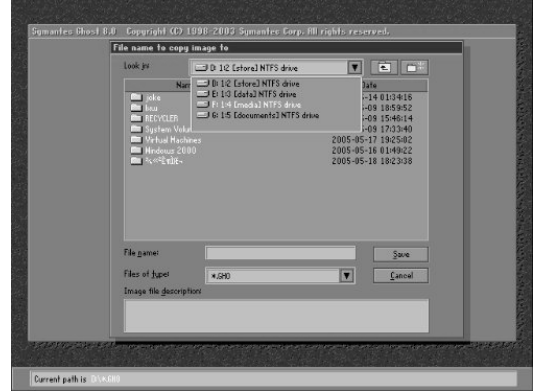

图 14-24 选择存放位置及文件名
(4) 选择存放镜像文件的位置, 并且输入其文件名, 如图 14-24 所示。